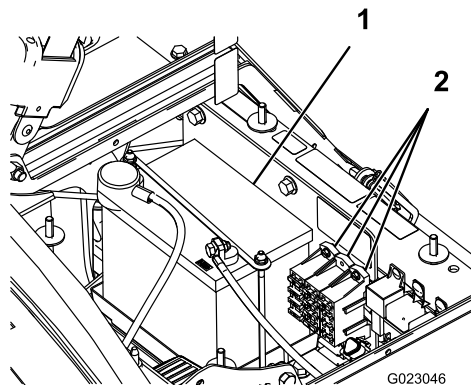

Рисунок 43
В электрической системе есть два блока плавких предохранителей и один запасной разъем. Они расположены позади сиденья (Рисунок 43).
2. Аккумуляторная батарея находится с правой стороны машины позади насоса (Рисунок 43).
5. Снимите фиксатор и крепежные элементы аккумулятора (Рисунок 43).
2. Установите фиксатор аккумулятора и закрепите его крепежными элементами, снятыми ранее (Рисунок 43).
4. Установите крышку аккумулятора и закрепите ее 2 ручками (Рисунок 43).
1. Ослабьте ручки с обеих сторон аккумуляторного отсека и снимите крышку аккумулятора (Рисунок 43).